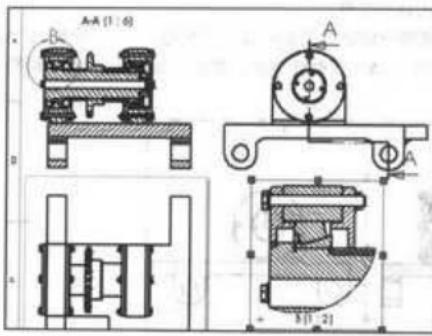

图 6-69 生成局部视图 B
(14) 添加局部视图。单击工程图工具栏中的 $\blacksquare$  (局部视图) 工具，显示“局部视图”属性管理器。在剖面视图 A-A 的左上方绘制一个圆，包围要放大的区域。在“局部视图图标”选项栏中，点选“圆”单选钮，并在“样式”选项框中选择“断裂圆”；在“比例缩放”选项栏中点选“使用自定义比例”单选钮，并设定比例为 1:2。在图形区域移动指针显示局部视图的预览，单击左键放置局部视图 B 到所需的位置，如图 6-69 所示。